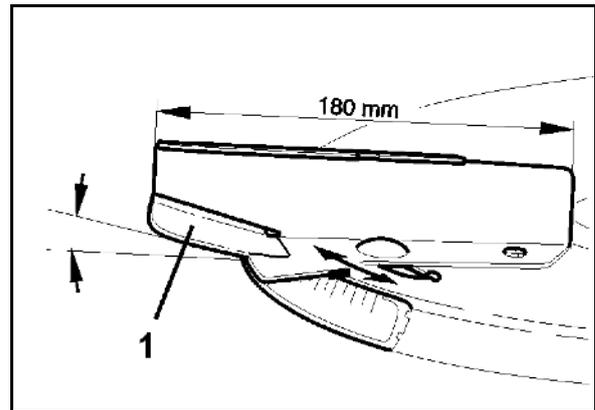

Fig. 63
2. Flügelmutter (Fig. 63/1) lösen.
3. Auf der Skala (Fig. 63/2) den der Streutabelle entnommenen beziehungsweise mit der Abdrehvorrichtung ermittelten Skalenwert für die Schieberstellung aufsuchen.
4. Die Ablesekante (Fig. 63/3) der beiden Stellhebel (Fig. 63/4) auf diesen Skalenwert einstellen.
5. Flügelmutter (Fig. 63/1) wieder fest anziehen.